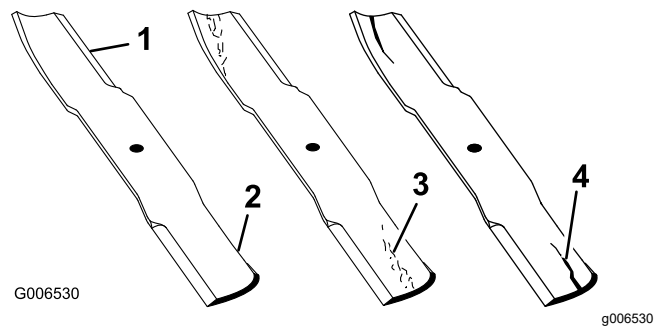

Figura 58
1. Inspeccione los filos de corte (Figura 58).
4. Si observa fisuras, desgaste o la formación de una ranura en esta zona, instale de inmediato una cuchilla nueva (Figura 58).